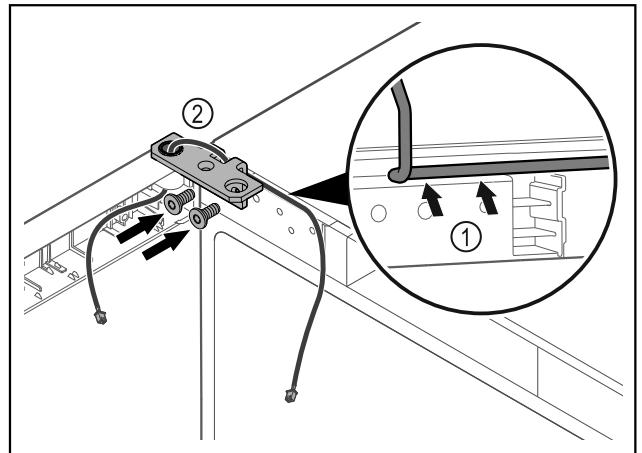

Fig. 37
- Kaloni kabllon përmes së prerës në profilin e menteshës dhe shtrijeni me kujdes Fig. 37 (1).
- Mbërtheni vidat e profilin të menteshës Fig. 37 (2).